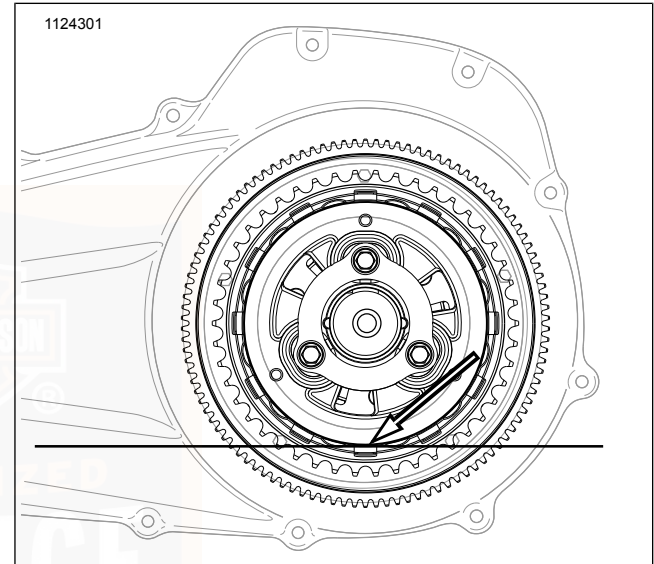

Abbildung 70. Primärer Schmiermittelstand
- Siehe Abbildung 70 . Der korrekte Füllstand liegt ca. an der Unterseite des Außendurchmessers der Druckplatte.